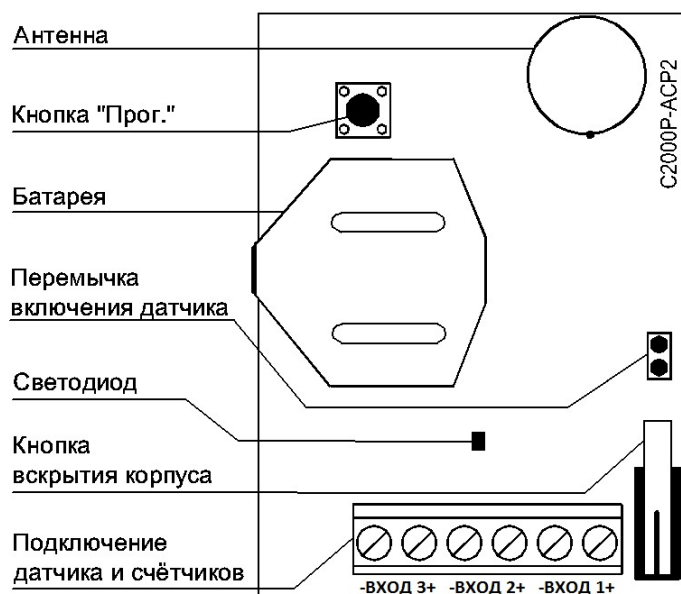

Рисунок 11-12
*Настройку АСР2 следует производить при 30-ти секундном режиме опроса. Для перехода в этот режим следует запустить «Конфигуратор С2000Р» (см. Раздел 8) и выполнить короткое нажатие кнопки вскрытия корпуса на плате АСР2 (см. Рисунок 11.12).*
Тест качества связи запускается посредством короткого нажатия на кнопку «Прог.» (см. Рисунок 11.12). Процедура длится 60 секунд, при этом подаётся световая индикация, соответствующая текущим результатам тестирования (см. Таблицу 11-25).